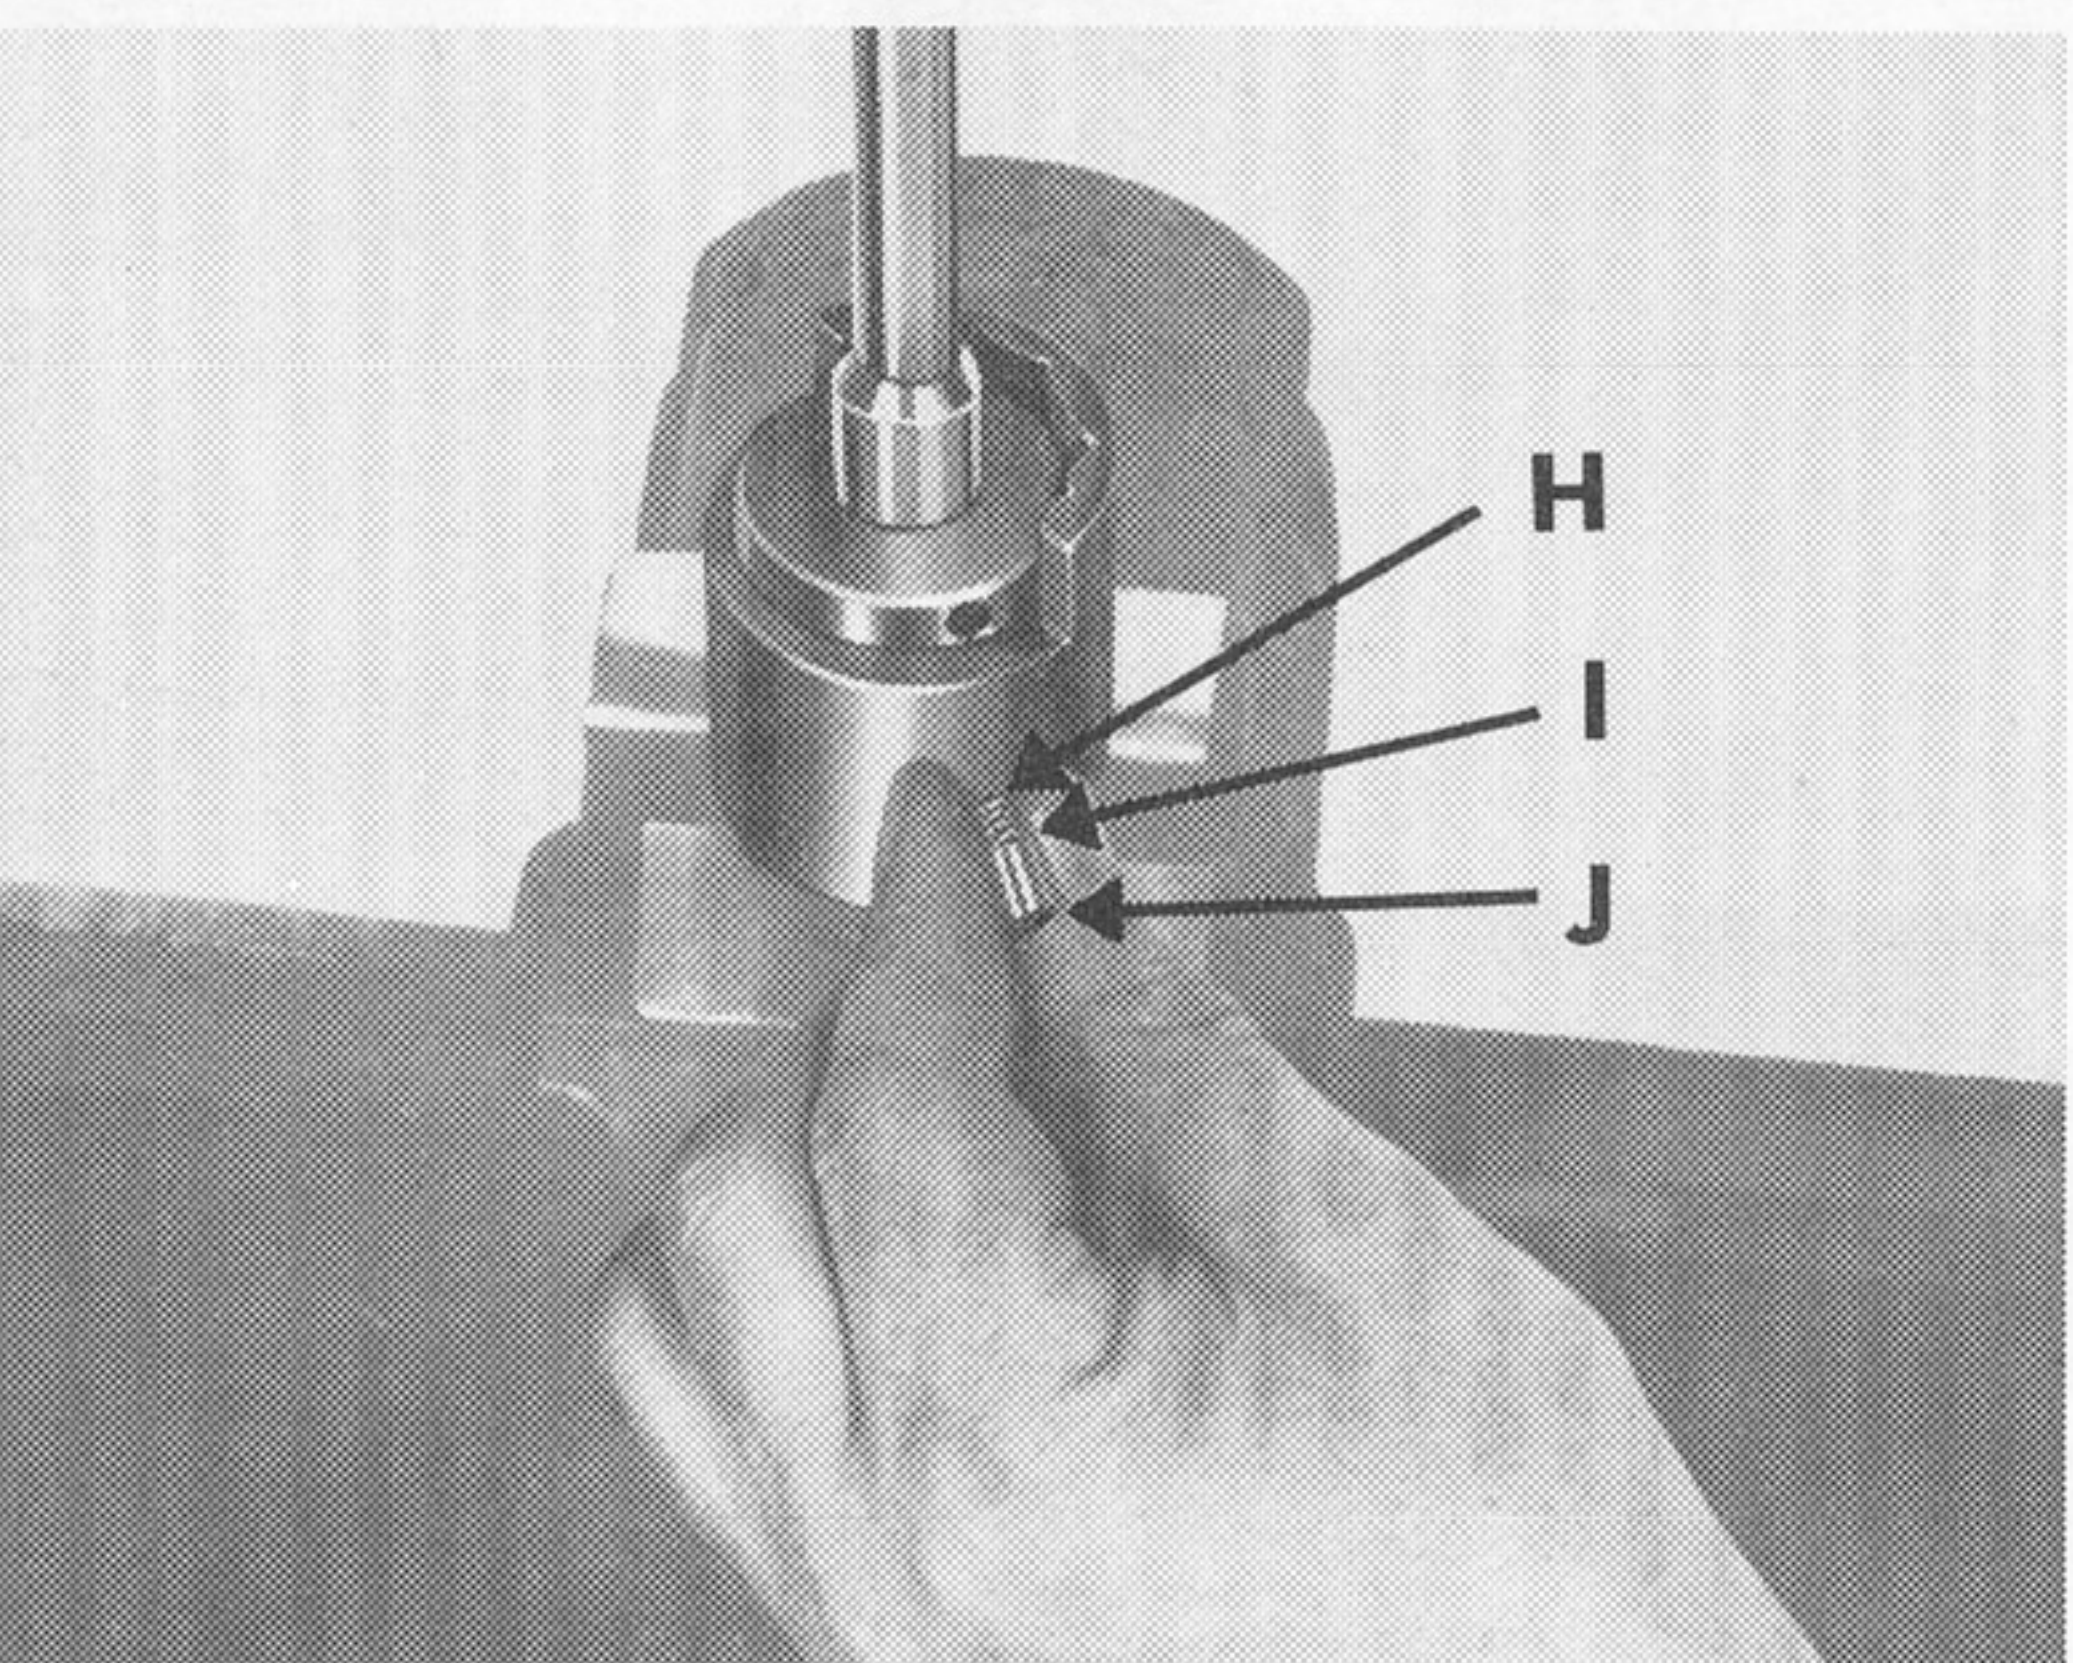

Bild 72
Nach Einsetzen des Seegerringes in die dafür vorgesehene Ausnehmung der Schaltwelle wird der Klinkenabweiser so gedreht, daß die seitliche Bohrung zur Aufnahme des Halbrundnietes (H) Druckfeder (I) und Arretierbolzen (J) frei wird. Nach Einsetzen dieser Teile in der genannten Reihenfolge ist der Klinkenabweiser wieder so zu drehen, daß der Arretierbolzen in die Ausnehmungen für die Innenarretierung der Stellglocke einrastet. Für die Montage der Fußschaltwelle wird auch hier auf den 2. Gang geschaltet (Bild 72).